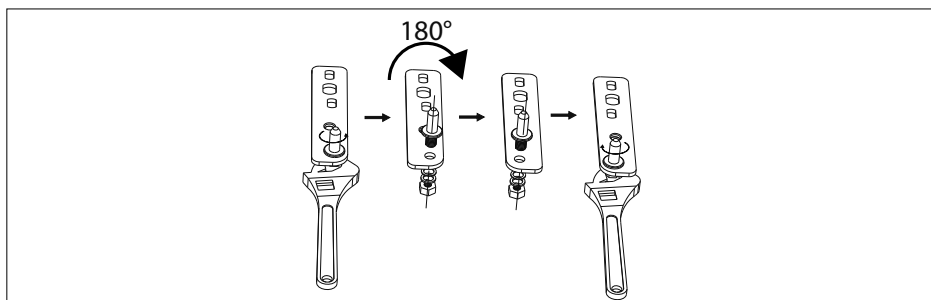

Fig. 7
- ▶ Riporre entrambe le rondelle bianche e la rondella di sicurezza della cerniera inferiore in un luogo sicuro. Serviranno per rimontare la porta del vano frigorifero (4).
- ▶ Svitare il perno della cerniera inferiore con una chiave per dadi da 10 mm e fare leva con un cacciavite a taglio per rimuovere il perno (vedere la **fig. 7**).